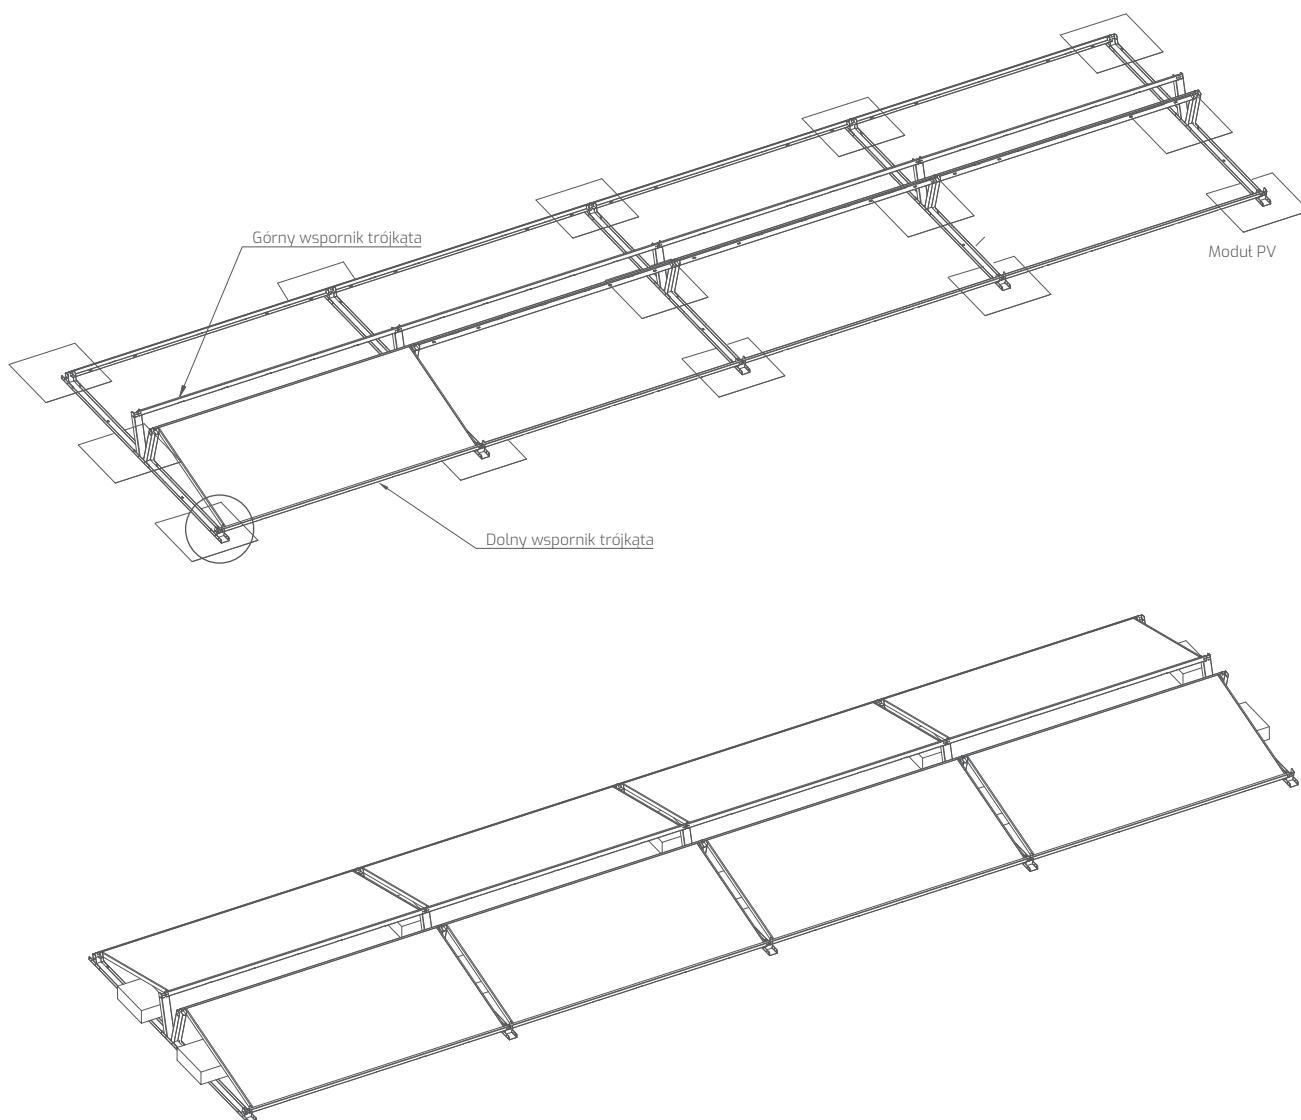

Rys. 4. Zgrzewanie membrany w punktach mocowania
- 3** Przyćnij membranę o wymiarach 510 x 510 mm. Wykonaj otwory na śruby zamkowe. Zgrzaj membranę w czterech punktach mocowania i 50 mm wokół całej płytki mocującej (Rys. 4).